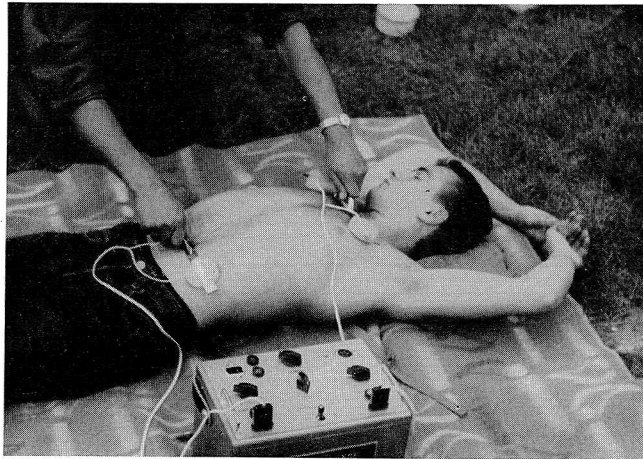

Bild 4
3. Für einen **schnellen Einsatz der Beatmung** werden die Elektroden für Ein- und Ausatmung an den Handgriffen festgehalten und in der beschriebenen Art aufgesetzt und festgehalten. (Bild 4)